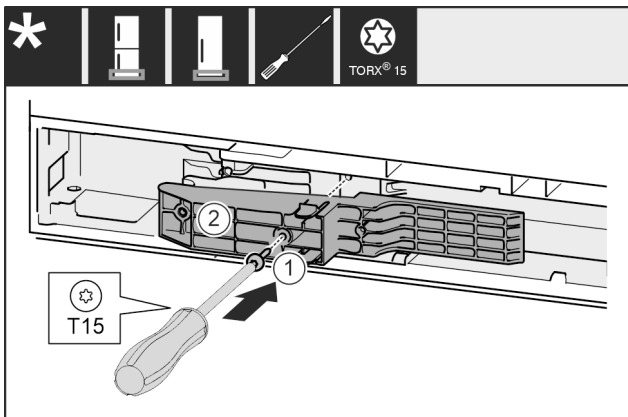

Fig. 67*
- ▶ Adapterstück Fig. 67 (1) auf der Griffseite in die Aussparung einsetzen.*
- ▶ Schraube Fig. 67 (2) mit Schraubendreher festschrauben.*